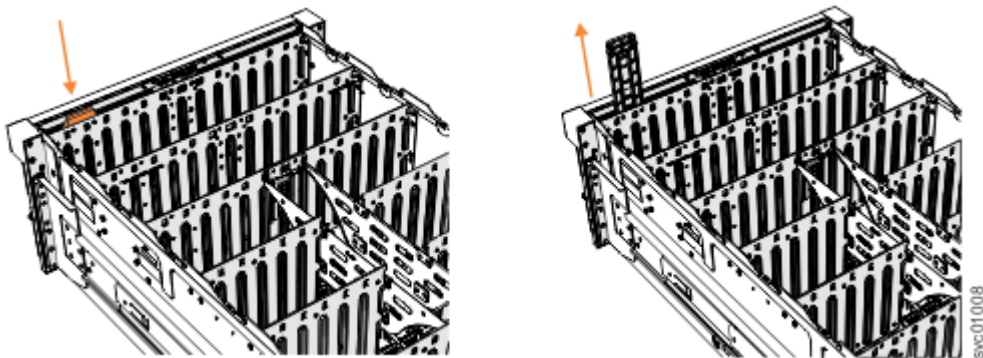

图 128. 卸下显示面板组合件
3. 按下显示面板组合件顶部的松开卡口，如第 101 页的图 128 中所示。